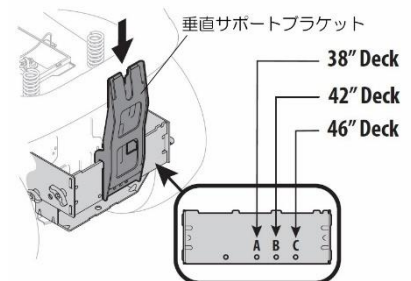

図 5
1. マウントアセンブリに、垂直サポートブラケットをブラケットに引っ掛けるようにして取り付けます。図 5 を参照してください。